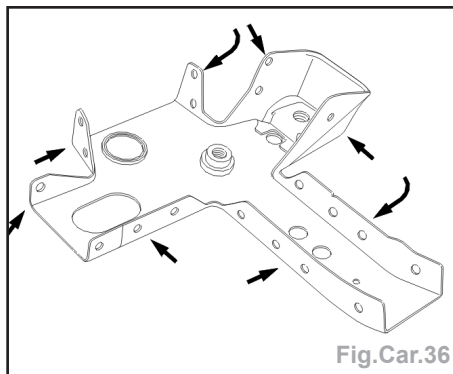

Fig.Car.36
- Repérer les points de soudure fléchés (Fig.Car.36).